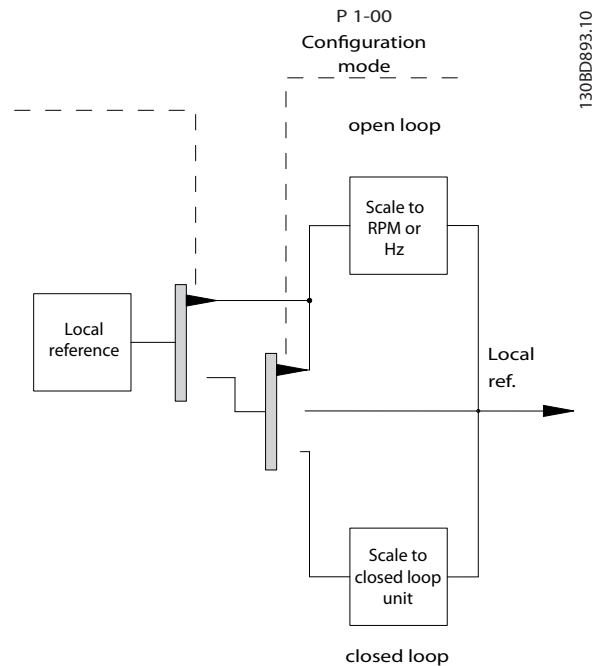

Abbildung 2.11 Manuelles Regelverfahren
- *Abbildung 2.11* veranschaulicht das manuelle Regelverfahren für den Ortsollwert.